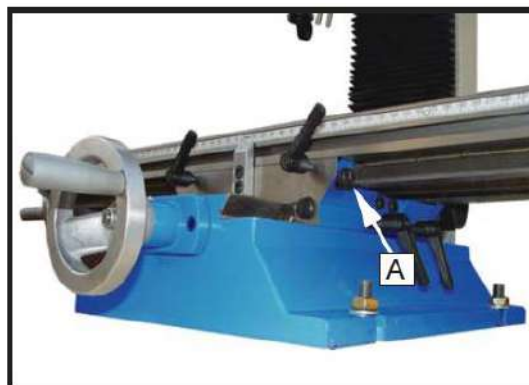
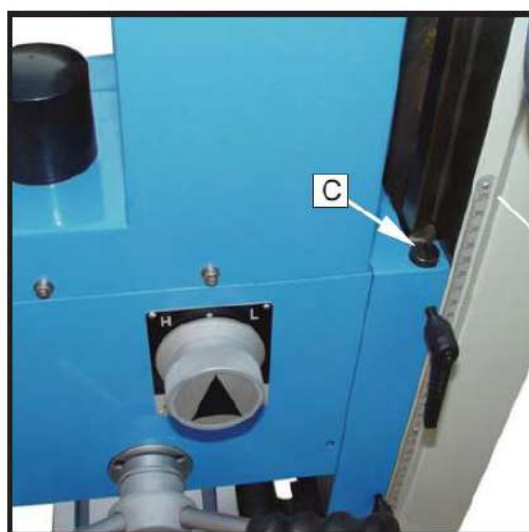

Рис. 17
Рис. 18
1. Винт регулировки горизонтального клина (А, Рис. 17) расположен в правой задней части стола. Винт регулировки поперечного клина (В, Рис. 17) расположен на правой стороне суппорта под столом. Винт регулировки вертикального клина (С, Рис. 18) расположен на стойке.